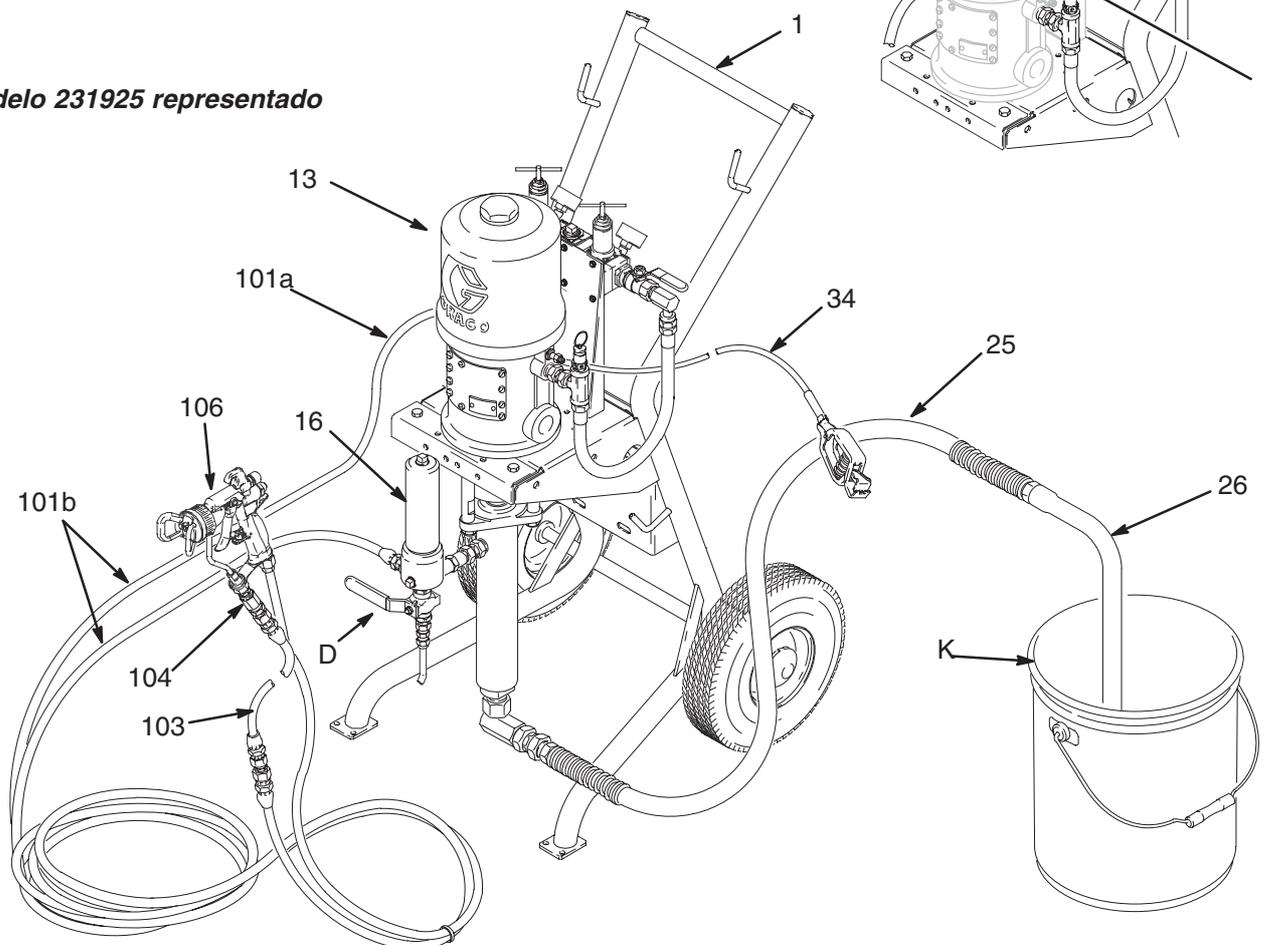

Fig. 2
La Fig. 2 se ofrece sólo como guía para la selección y la instalación de los componentes y accesorios del sistema. Contacte con su distribuidor Graco para obtener ayuda en el diseño de un sistema adecuado a sus necesidades personales.
Consulte la Fig. 2. Conecte una línea de suministro de aire comprimido (A) desde el compresor de aire hasta la bomba. Compruebe que todas las mangueras de aire (A) tienen el tamaño adecuado y que están homologadas para la presión de su sistema. Utilice únicamente mangueras conductoras eléctricamente. La manguera de aire debe estar provista de una rosca de 3/8 npsm(m).
Consulte la Fig. 2.